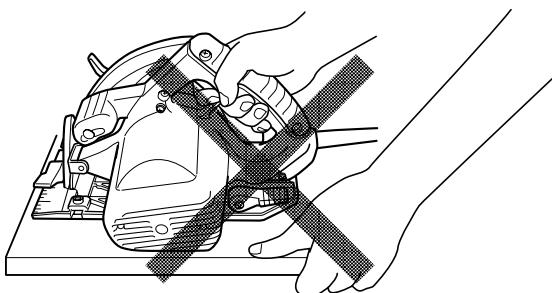

Fig. 6
- 23. Coloque la parte más ancha de la base de la sierra sobre la parte de la pieza de trabajo que está firmemente soportada, y no sobre la sección que cae al finalizar el corte.** Como ejemplos, en la Figura 5 se muestra la manera CORRECTA de cortar el extremo de una tabla, y en la Fig. 6, la manera INCORRECTA. Si la pieza de trabajo es demasiado corta o pequeña, fíjela.